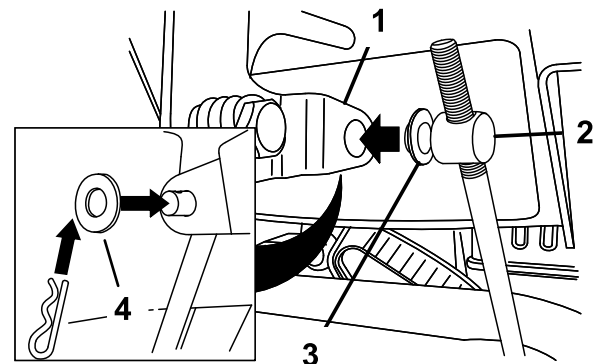

Bild 6
6. Heben Sie die Geschwindigkeitsschaltstange an und setzen Sie den Drehzapfen in das Loch im Geschwindigkeitsschalthebel (Bild 6).
3. Entfernen Sie den Splint und die äußere Scheibe vom Drehzapfen am oberen Ende des Geschwindigkeitseinstellgestänges (Bild 6).
- B. Schließen Sie den Drehzapfen vom Geschwindigkeitsschalthebel ab (Bild 6).
- C. Drehen Sie den Drehzapfen auf der Geschwindigkeitsschaltstange nach unten (nach rechts) (Bild 6).
- D. Schließen Sie den Drehzapfen am Geschwindigkeitsschalthebel an (Bild 6).